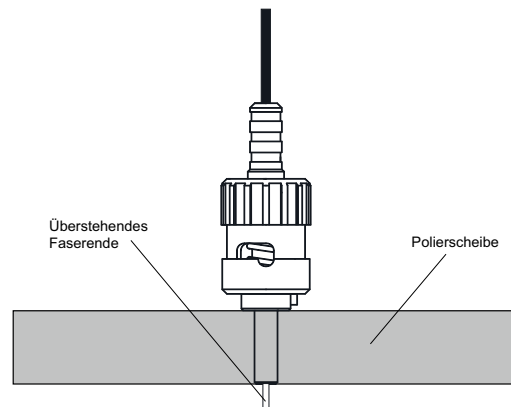

Bild 8 Polierscheibe mit Führung des Steckverbinders
- Den F-ST Steckverbinder in die Polierscheibe (s. Bild 8) stecken und das überstehende Faserende mittels Polierbogen auf einer glatten Unterlage (z.B. Glasscheibe) abschleifen bis die Faserendfläche plan zur Polierscheibe ist.